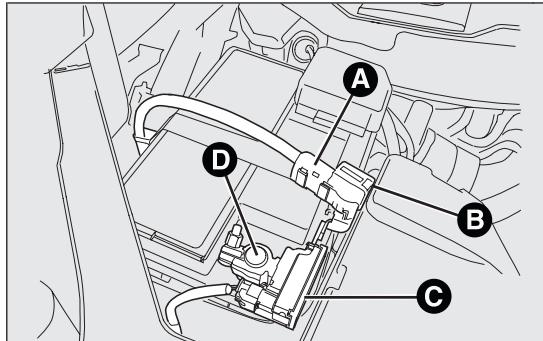

Abb. 129
- Trennen Sie den Steckverbinder A Abb. 129 (durch Betätigung der Taste B) vom Sensor C für die Kontrolle des Batterieladezustandes, der am Minuspol D der Batterie installiert ist;
- nachdem Sie das Ladegerät getrennt haben, schließen Sie den Steckverbinder A am Sensor C an, wie dies in Abb. 129 gezeigt wird.